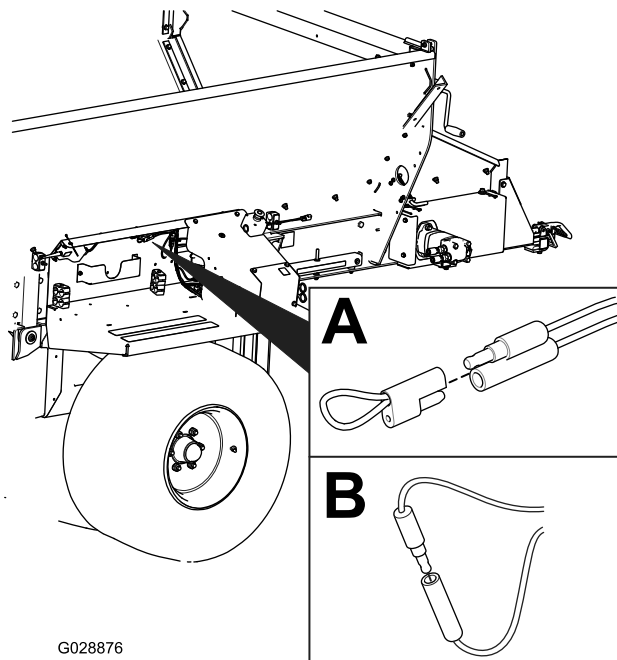

Figure 58
2. Enlevez le bouchon captif sur les deux prises shunt de diagnostic (Figure 58, A).
3. Branchez ensemble les prises shunt de diagnostic (Figure 58, B).